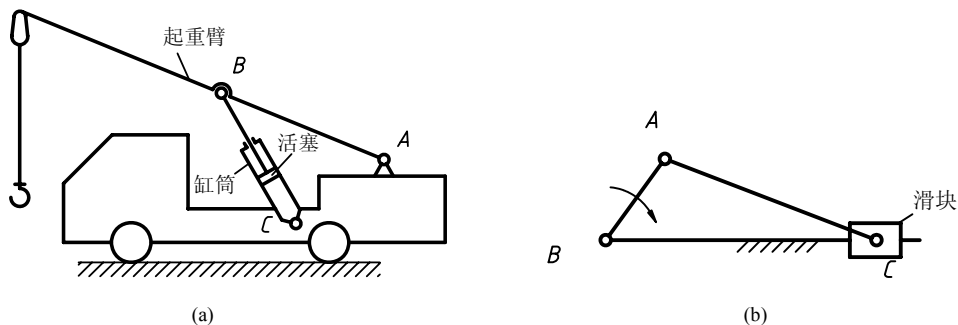

图 2-1
1. 如图 2-1 (a) 为汽车吊车摆动式液压机构简图, 是由 (b) 图曲柄滑块机构演化而来, 看懂简图回答下列问题: